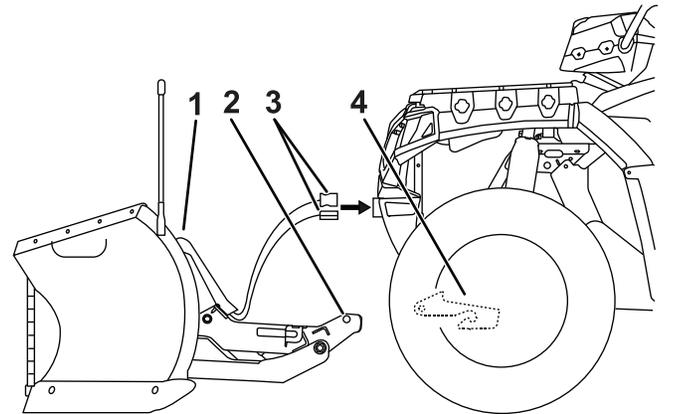

Figure 13
2. Conduisez le véhicule devant le chasse-neige et avancez jusqu'à ce que la goupille inférieure rencontre le récepteur de goupille (Figure 13).
5. Retirez les chapeaux de protection des connecteurs électriques et branchez le faisceau du chasse-neige au faisceau du véhicule (Figure 13).